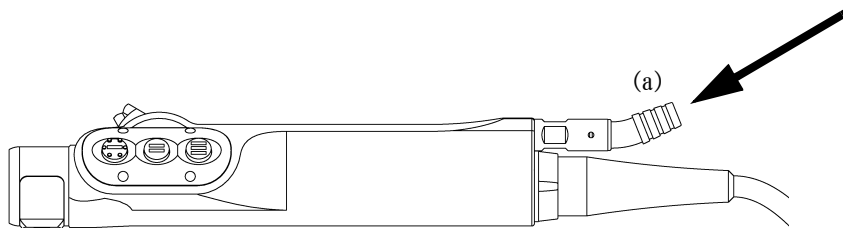

図 5 吸引管の接続
1. 吸引管をハンドピースの吸引管コネクタ (a) に接続します (図 5 参照)。吸引管は、コネクタのすべての隆起を覆う必要があります。